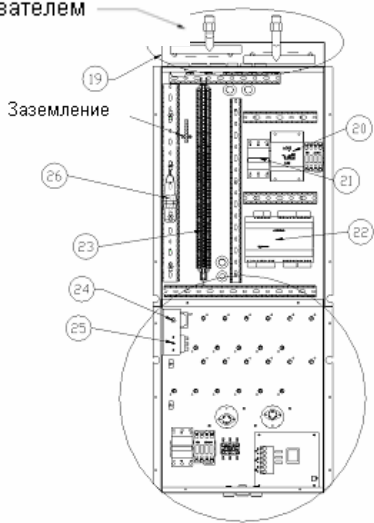

Рис. 3
14.	Электрический нагреватель (см. рис.3)
15.	Присоединительная коробка (см. рис. 3)
16.	Водяной охладитель (см. рис. 3)